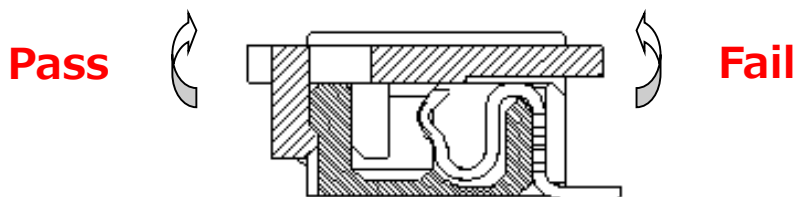

Fig.22
1. 吸着キャップの取り外しに於いて、ロック部が吸着キャップの端にある為、コネクタの反リード側或いは両端を図 22 の様に引き上げてください。指定方向以外からの取り外しでは、図 23 の様にハウジングに損傷が生じる為、絶対に指定方向のみに取り外してください。
1. To remove a vacuum cap from receptacle connector, pull up the opposite side of the lead or the both edges of a vacuum cap as shown in Fig.22.
1. 吸着帽拆卸时，由于锁扣在吸着帽的一侧，请从连接器焊锡侧的相反方向（如图 22 一样）提起吸着帽。如果从焊锡侧拆卸吸着帽的话，会发生图 23 一样的连接器胶壳破损现象。请一定从指定方向（焊锡侧相反方向）拆卸吸着帽。